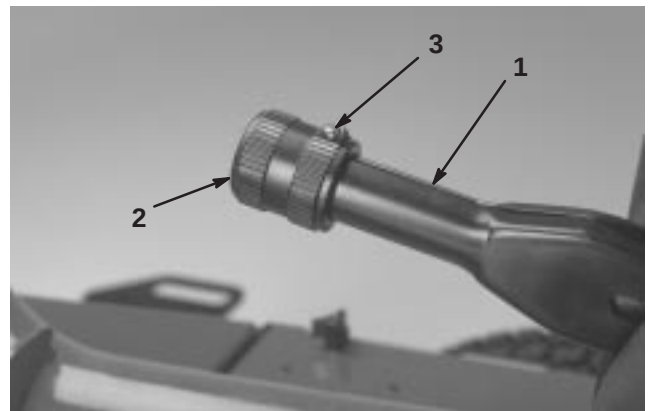

Bild 56
1. Lockern Sie die Kopfschraube, die Rändelschraube am Feststellbremshebel absichert (Bild 56).